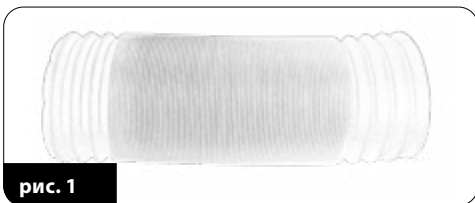

рис. 1
- В отводящем теплый воздух воздуховоде (15) вытяните наружные обручи на обоих концах воздуховода так, чтобы можно было свободно прикрутить оснащение (рис.1).